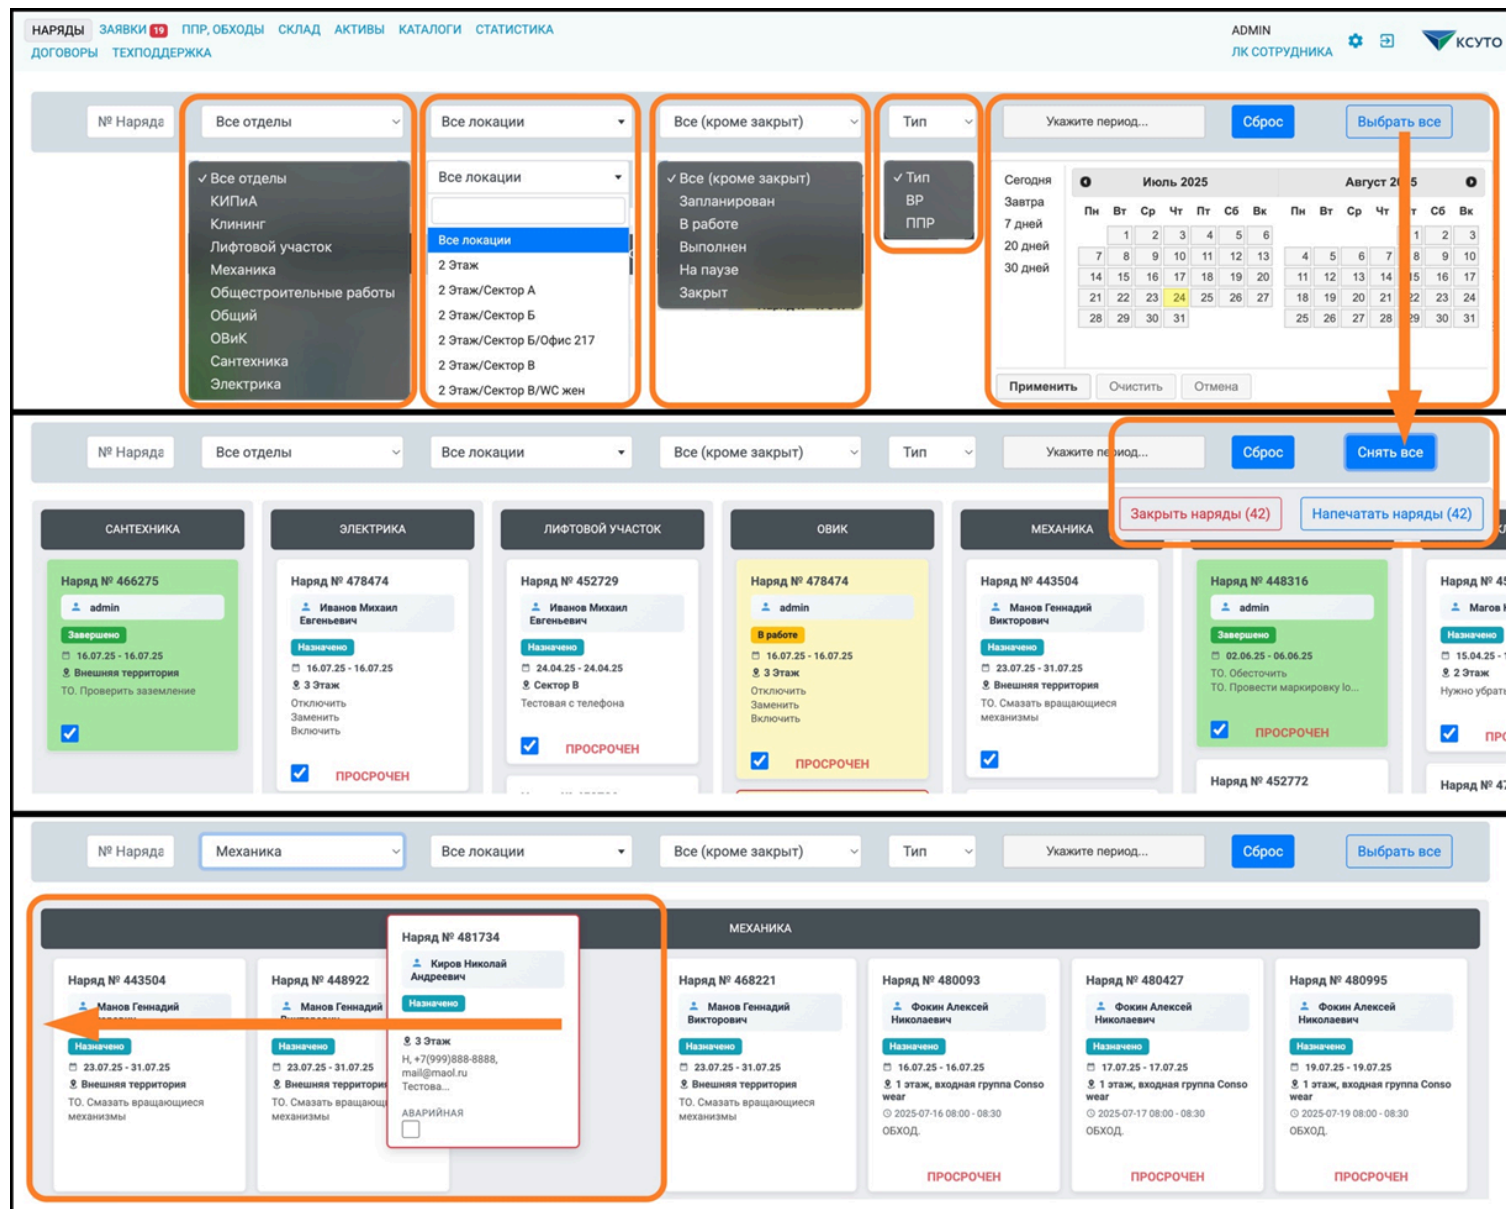

Рис.20 Приоритезация Наряда и фильтры
- 6.9. Чтобы назначить приоритеты выполнения нарядам, зажмите курсором карточку наряда и перетяните в желаемую очередь. Очередность выполнения нарядов отобразится в том же порядке в личном кабинете сотрудника, которому назначены эти наряды (рис. 20).